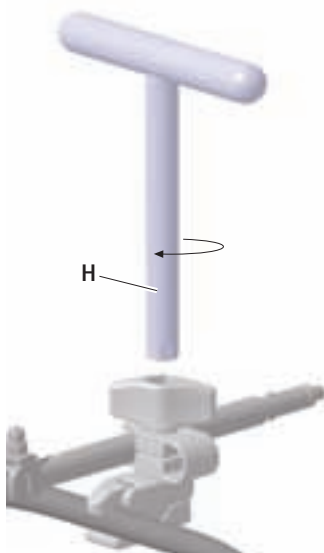

Fig. 8
- Apretar la tuerca de fijación **1** hasta inmovilizar el conjunto por completo. Si es necesario, terminar de apretar con la llave en T **H**, ver Fig. 8.